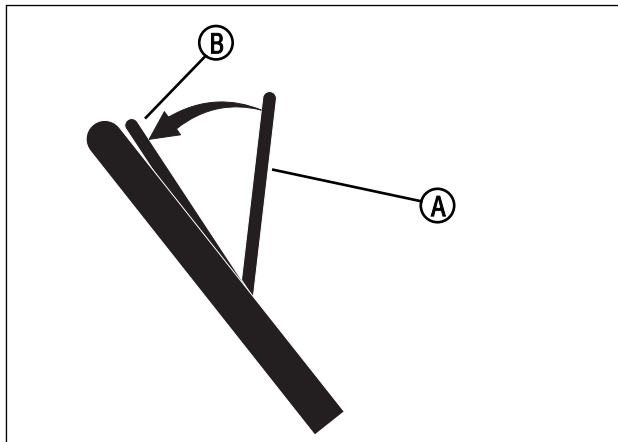

Figura 11: azionamento della leva di arresto del motore
Rilasciare la leva di arresto del motore (A, Figura 11); motore e lama si arrestano automaticamente. Per avviare il motore, trattenere la leva di arresto del motore in posizione operativa (B).
1. Trattenere la leva di arresto del motore (A, Figura 11) in posizione operativa (B).